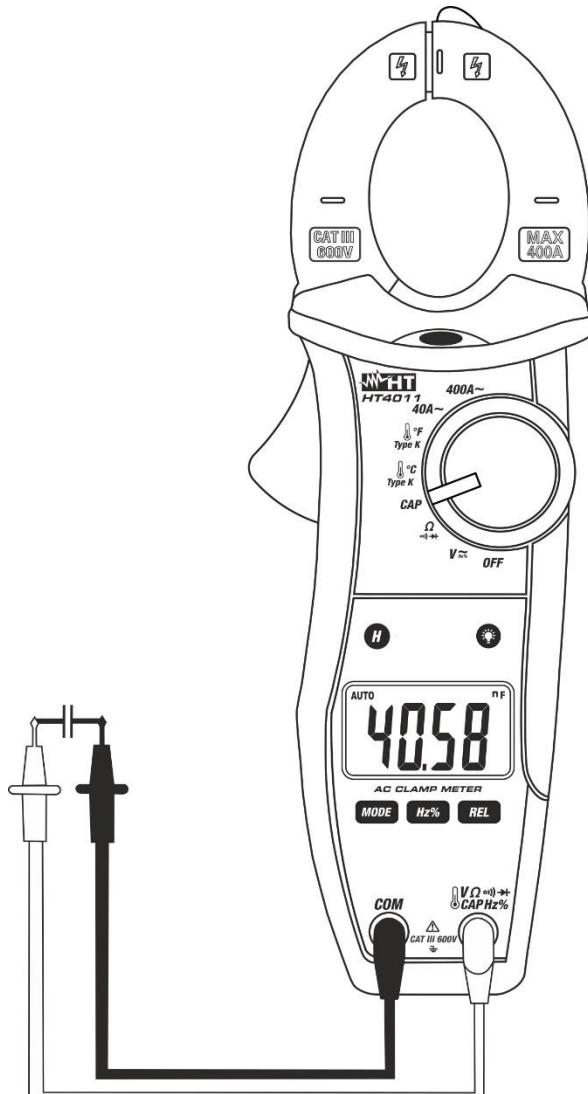

Fig. 8: Uso da pinça para medição de Capacidade
3. Colocar as ponteiras nos pontos pretendidos do circuito em exame (Fig. 8). O valor da capacidade será apresentado no display. Na medição de capacidade a barra gráfica analógica está desactivada.